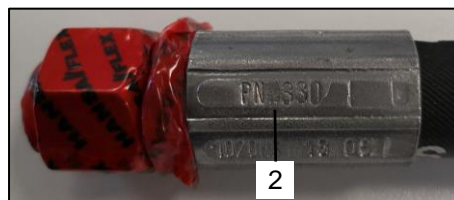

Bild 172: Kennzeichnung 2
- Bild 172 / Pos.1: BERGMANN Artikelnummer (z.B. B09 1924)